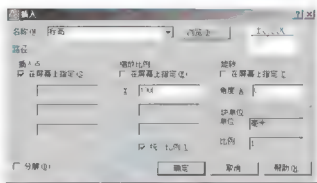

图 3.104 插入“标高”块时对话框
(1) 单击【绘图】工具栏上的【插入块】图标或在命令行输入“**I**”后按 Enter 键, 打开【插入】对话框。
(2) 在【插入】对话框中的【名称】下拉列表中选择“标高”图块。对话框中的其他设置如图 3.104 所示, 单击【确定】按钮。
因为《房屋建筑制图统一标准》内规定的尺寸绘制标高符号, 所以插入“标高”图块时, 应在如图 3.104 所示的【插入】对话框中按比例地设定 X 和 Y 的缩放比例。如果将其插入 1 : 100 的图中, 缩放比例为 100, 即将标高符号放大 100 倍; 如果是插入 1 : 200 的图中, 缩放比例为 200, 即将标高符号放大 200 倍。如果是插入 1 : 50 的图中, 缩放比例为 50, 即将标高符号放大 50 倍。